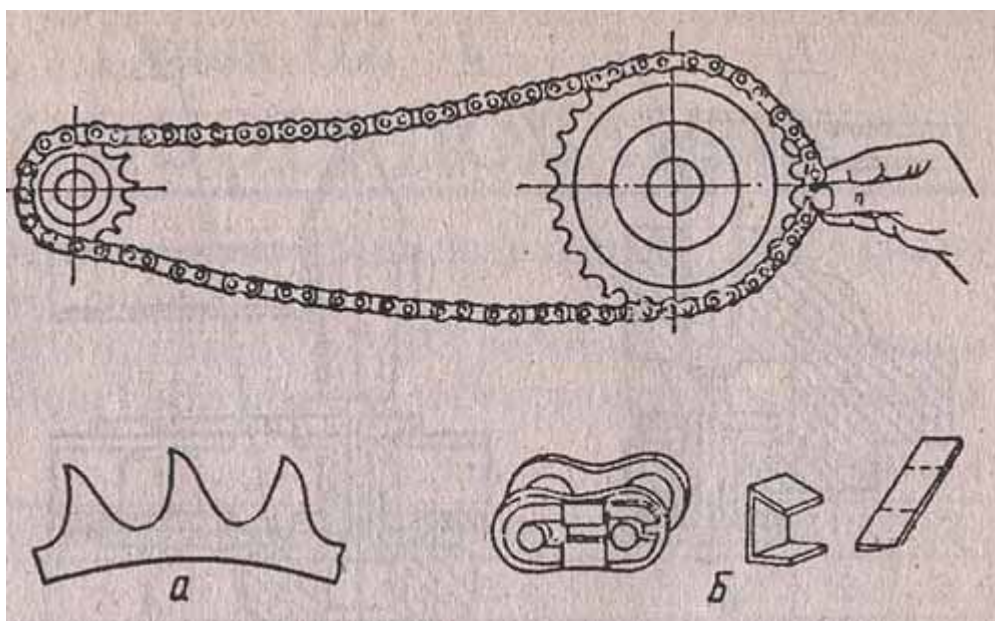

Рис. 2.52. Определение износа цепи: а - износ зубьев; б - установка дополнительной фиксирующей пластинки на замочное звено.
Неисправности и ремонт. Самой распространенной неисправностью является износ звездочек, цепи и чехлов. При нормальной эксплуатации он наступает после пробега 12-15 тыс. км. Износ звездочек легко определить внешним осмотром по степени заострения зубьев, а износ (вытяжку) цепи - измерив ее длину без замочного звена (см. табл. 2.4). Если длина цепи превышает нормальную более чем на 40 мм, ее следует заменить. Степень износа цепи также можно определить, оттягивая ее от новой ведомой звездочки (рис. 2.52) - если цепь значительно оттягивается, то ее пора заменить. Неисправности главной передачи и способы ее устранения:
- обрыв цепи вследствие выпадения пружинной пластины замочного звена. Последнее нужно заменить запасным. Ослабленную пружину можно подогнуть и скрепить пластинкой (см. рис. 2.52, б);